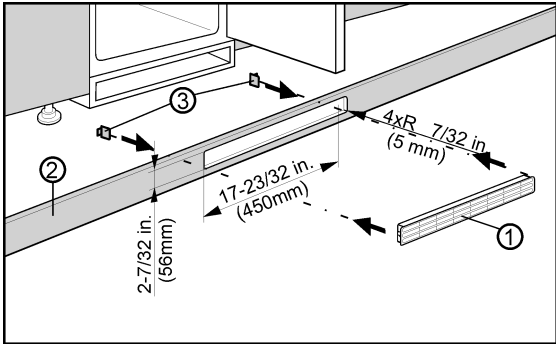

Fig. 7
La ventilación inferior a través del fondo del mueble de cocina se puede practicar con la rejilla de aire *Fig. 7 (3)* suministrada o mediante un orificio de ventilación con un área de sección transversal de al menos 31 in² (200 cm²). Si utiliza la rejilla de aire *Fig. 7 (1)* suministrada, proceda de la siguiente manera:
- Instale la rejilla de aire *Fig. 7 (1)* en el hueco del fondo del mueble de cocina *Fig. 7 (2)*.
- Inserte los conectores de resorte *Fig. 7 (3)* por detrás en la rejilla hasta que los ganchos toquen el fondo del mueble de cocina.